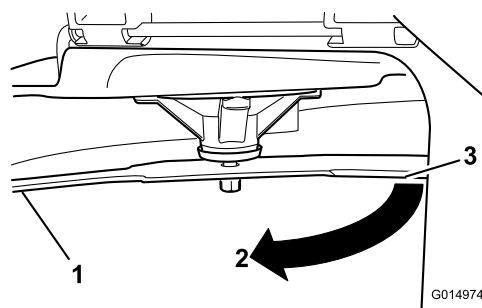

Figura 55
4. Rode a mesma lâmina 180 graus para que a extremidade de corte oposta esteja agora na mesma posição (Figura 55).